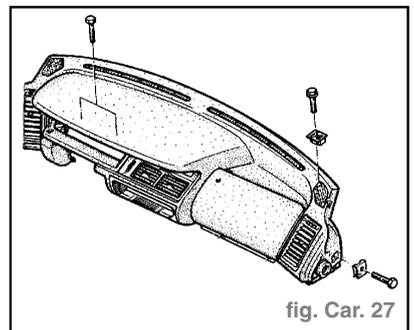

fig. Car. 27
- Déposer les fixations de la planche de bord. (fig. Car. 27)